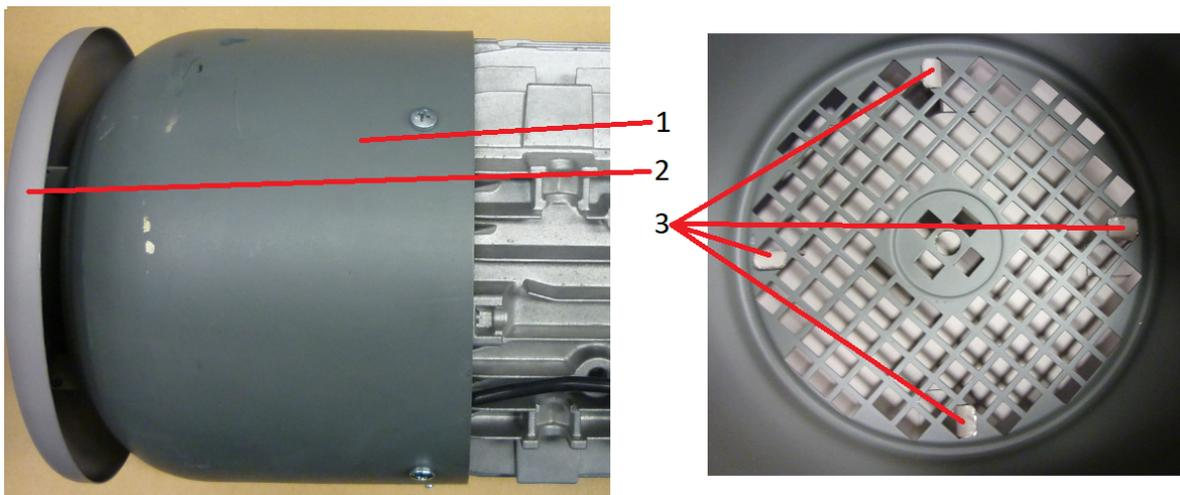

Abbildung 4.5: Regenschutzhaube
Bei HEW- RUF- Motoren wird die Regenschutzhaube (2) grundsätzlich in Kombination zum Lüfterdeckel (1) eingesetzt (siehe Abbildung 4.5). Dies geschieht Lieferantenseitig! Lediglich bei Aufbau mit der Welle nach oben (Schutzhaube zeigt nach unten) muss die Haube kundenseitig demontiert werden. Hierzu ist im ersten Schritt die Demontage des Lüfterdeckels (1) erforderlich. Anschließend kann die formschlüssig befestigte Regenhaube (2) entfernt werden. Hierfür werden die vier Laschen (3) mit Hilfe einer Kombizange o.ä. gerade gebogen. Der Lüfterdeckel (1) muss zuletzt wieder angebracht werden.